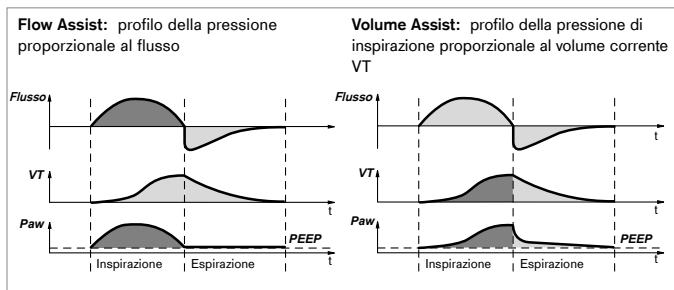

Figura 1 Regole per Flow e Volume Assist
Per la modalità SPN-PPS, la ventilazione a pressione assistita deve essere in teoria proporzionale allo sforzo inspiratorio del paziente. Quando la respirazione del paziente è superficiale, viene fornita un'assistenza minima. Viene applicata maggiore assistenza per un atto respiratorio profondo. La quantità assoluta di assistenza dipende dalle impostazioni dei parametri di Flow Assist e Volume Assist, oltre che dal paziente. I due tipi di pressione assistita, pressione assistita proporzionale al volume (Volume Assist) e pressione assistita proporzionale al flusso (Flow Assist) [Figura 1] possono essere combinati. Se impostati correttamente, sarà necessario regolare e compensare in modo costante solo il maggiore lavoro respiratorio correlato a patologie specifiche; il lavoro respiratorio fisiologico rimane totalmente a carico del paziente. Flow Assist consente di superare la resistenza (R) e la pressione assistita è proporzionale al flusso. Al contrario, Volume Assist consente di compensare la resistenza elastica (C) causata dalla ridotta elasticità dei polmoni. La pressione assistita è proporzionale al volume corrente. La relazione tra lo sforzo inspiratorio e la pressione assistita rimane costante per le stesse impostazioni, mentre la pressione assistita varia per ogni atto respiratorio. Se non viene rilevata la respirazione spontanea, anche la ventilazione meccanica si interrompe. Pertanto è necessario predisporre un monitoraggio adeguato dell'apnea e del volume minuto.